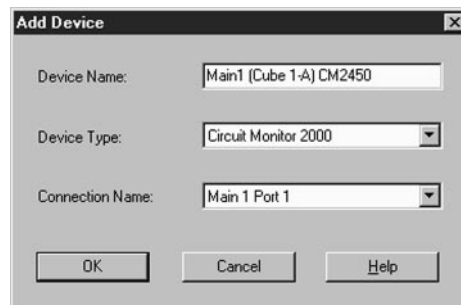

Figura 6-3: Cuadro de diálogo Agregar dispositivo
2. Haga clic en Agregar para que aparezca el cuadro de diálogo Agregar dispositivo (figura 6-3). Complete la información del dispositivo como se indica.
- En el cuadro Nombre de conexión, seleccione el puerto de PC al que está conectado este dispositivo. El SMS adopta automáticamente el nombre de conexión que se seleccionó en el cuadro de diálogo Agregar dispositivo (figura 6-3).